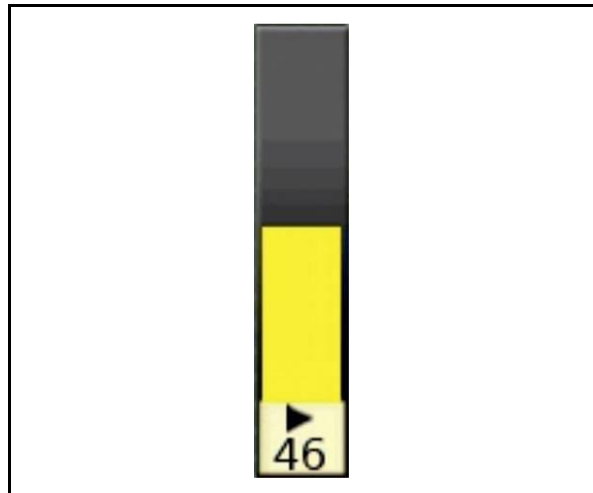

Fig. 146
2. Halten Sie den linken Kreuztaster des Multifunktionsgriffs in Position (6) bzw. (7) gedrückt.
- Der Dosierschieber öffnet bzw. schließt. Gleichzeitig zeigt das Terminal den Öffnungszustand des Dosierschiebers als gelben Balken und Prozentwert an (Fig. 146).